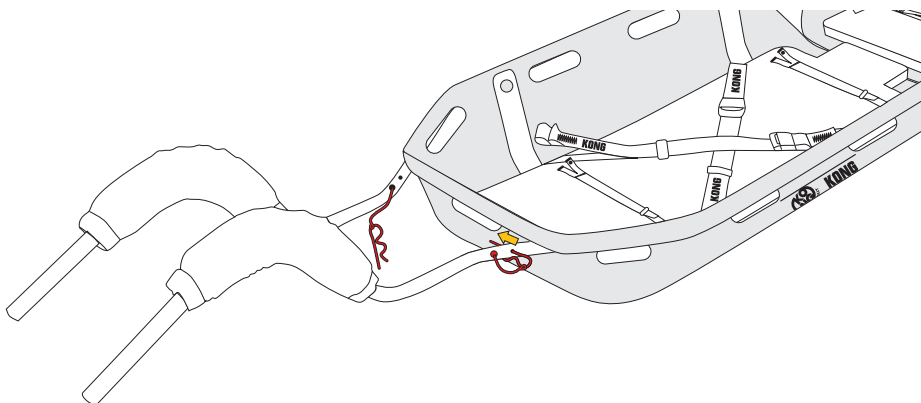

Fig.15
- bloccare il collegamento inserendo la spina sagomata nel relativo foro (fig. 15).